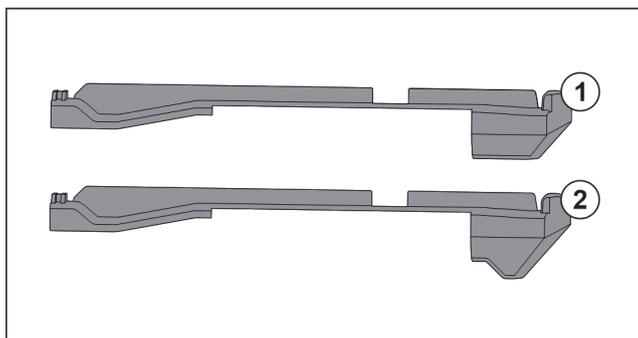

Fig. 78 对比插装件
冰箱中有两种不同的插装件。最底部抽屉上方的插装件 Fig. 78 (2) 有一个三角形的边缘。其他所有的插装件 Fig. 78 (1) 都有一个直的边缘。
- ▶ 将带有三角形边缘的插装件 Fig. 78 (2) 安装在最底部抽屉上方。
- ▶ 将带有直边缘的插装件 Fig. 78 (1) 安装到所有其他的位置上。